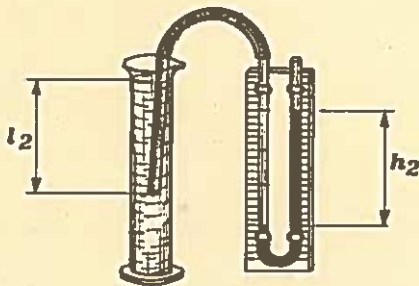

fig.2
- Spostare la capsula ad una profondità pari a 10 cm; il manometro segna un dislivello (l_2) (V. fig. 2).